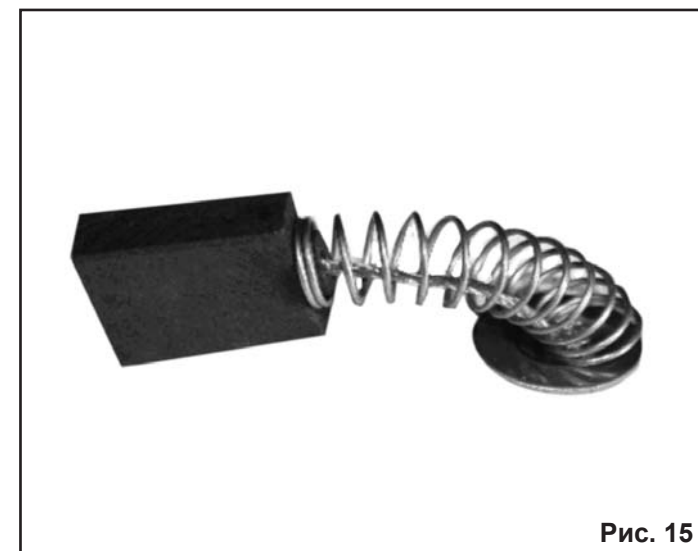

Рис. 15
14.1. Замена угольных щеток, Рис. 15, 16